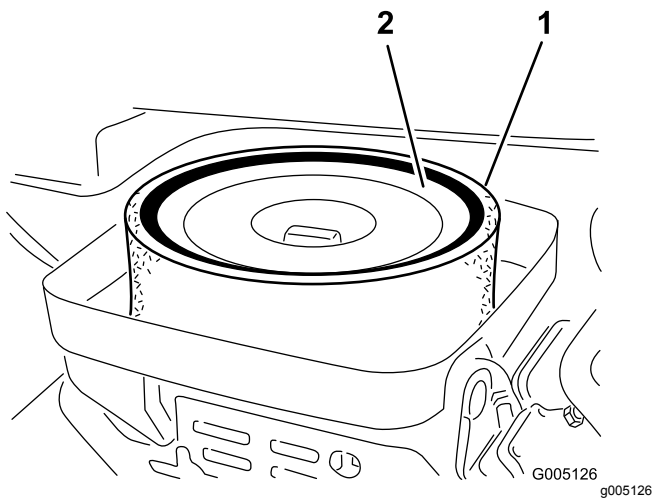

Bild 45
3. Nehmen Sie einen verschmutzten Schaumeinsatz vorsichtig vom Papiereinsatz ab (**Bild 45**). Reinigen Sie ihn gründlich wie folgt: